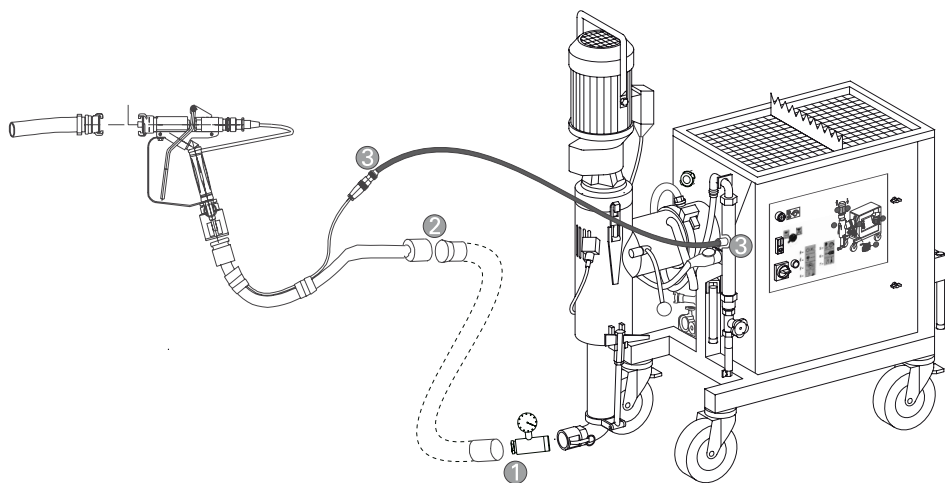

Bild 18: Anschlüsse bei Verwendung einer Klebepistole
- Mörtelschlauch an der Klebepistole anknüpfen (Bild 18, 2)
- Fernsteuernkabel der Klebepistole an der Flanschdose (4pol) anschließen (Bild 18, 3)